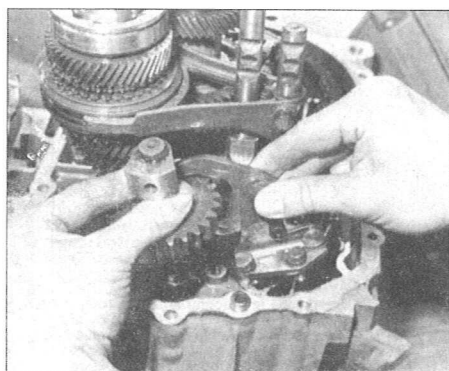

Fig. 55
- Montar o carreto de marcha-atrás com o seu veio e o casquilho de centragem (Fig. 55).